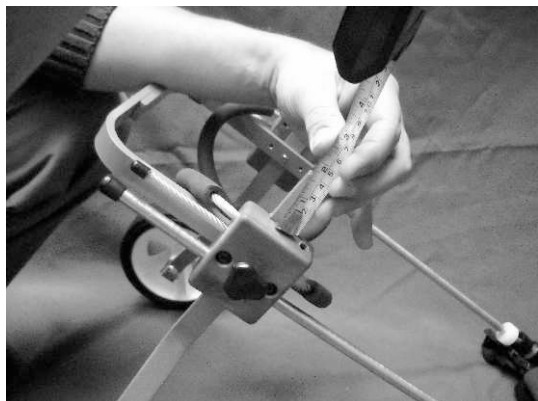

Fig. 5
6. Mida con un centímetro para que ambos barrales queden a la misma altura. **Fig. 5**